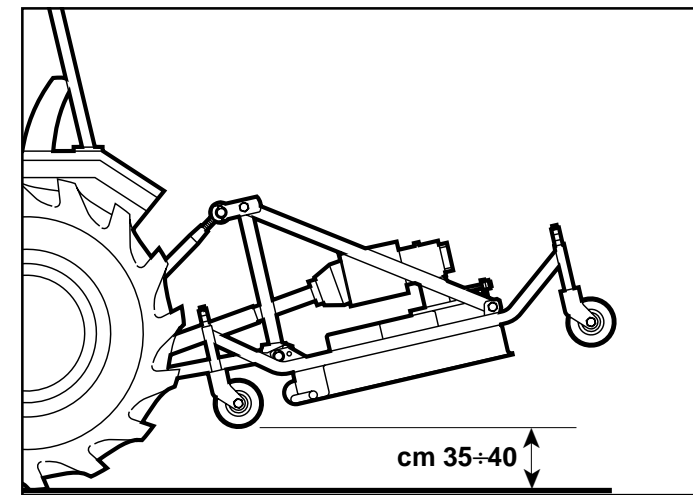

Fig. 10
- Avviare il trattore e sollevare il tosaerba, a circa 35-40 cm dal suolo (Fig. 10), portandosi in posizione di lavoro.
- *Start the tractor and raise the grass mower about 35-40 cm from the ground (Fig. 10), setting it to the work position.*
- Den Traktor starten und den Räsensmäher um circa 35-40 cm vom Bodenniveau (Abb. 10) ausheben und zur Arbeitsstelle fahren.
- *Démarrez le tracteur et soulevez la faucheuse, à environ 35-40 cm du sol (Fig. 10) et placez-vous dans la position de travail.*
- Arrancar el tractor y elevar la segadora de césped 35/40 cm del suelo (Fig. 10), posicionándose en la posición de trabajo.
- Durante il trasporto, od ogni qualvolta si renda necessario il sollevamento del tosaerba, è opportuno che il gruppo di sollevamento del trattore venga regolato in modo che il tosaerba stesso non sia sollevato da terra per più di 35+40 cm circa (Fig. 10).
able to regulate the lifting unit of the tractor so that the actual grass mower is not raised more than 35-40 cm from the ground (Fig. 10).
- Während des Transports und jedesmal, wenn es erforderlich ist, den Sichelmäher auszuheben, ist es erforderlich, das Hubwerk des Traktors so einzustellen, daß der Sichelmäher für wenigstens 35-40 cm vom Boden angehoben wird (Abb. 10).
- Pendant le transport ou chaque fois que le soulèvement de la faucheuse est nécessaire, le groupe de relevage du tracteur doit être réglé de manière à ce que la faucheuse ne soit pas soulevée plus de 35 à 40 cm environ (Fig. 10).
- Durante el transporte, o cada vez que se haga necesario elevar la segadora de césped, es conveniente que el grupo de elevación del tractor sea regulado en modo tal que la segadora de césped misma no se eleve del terreno más de 35/40 cm aprox. (Fig. 10).